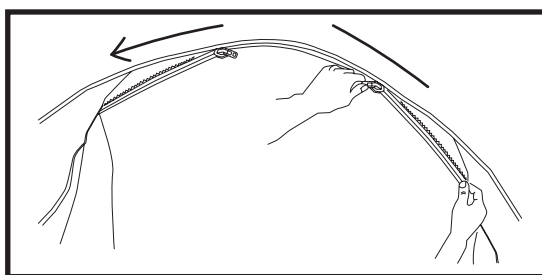
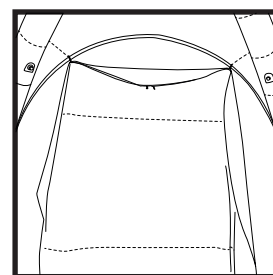

Abb. 3
Abb. 4
7. Bringen Sie die Wand mit dem Reißverschluss an das Dach, beginnend in der Mitte und richten Sie sich nach unten und außen vor (Abb. 3). Bei 5x5- und 6x6m-Zelten hängen Sie die Wand zuerst auf den Haken auf, die neben dem Reißverschluss im Dach eingenäht sind (Abb. 4).